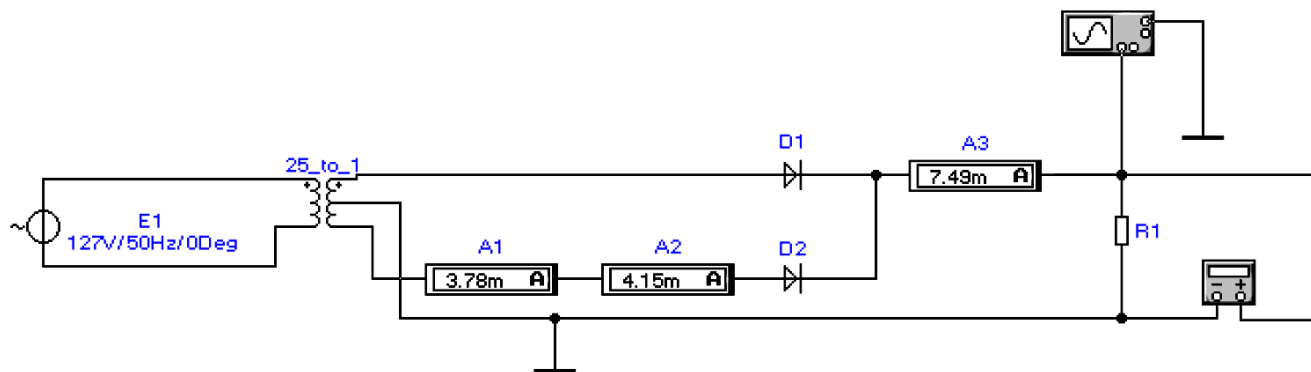

Рисунок 9
7. Исследовать двухполупериодный выпрямитель с выводом от средней точки трансформатора (рисунок 9).